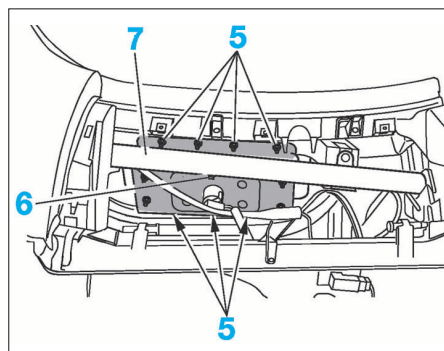

FIG. 8
- les écrous (5) (Fig.8) de fixation du module.